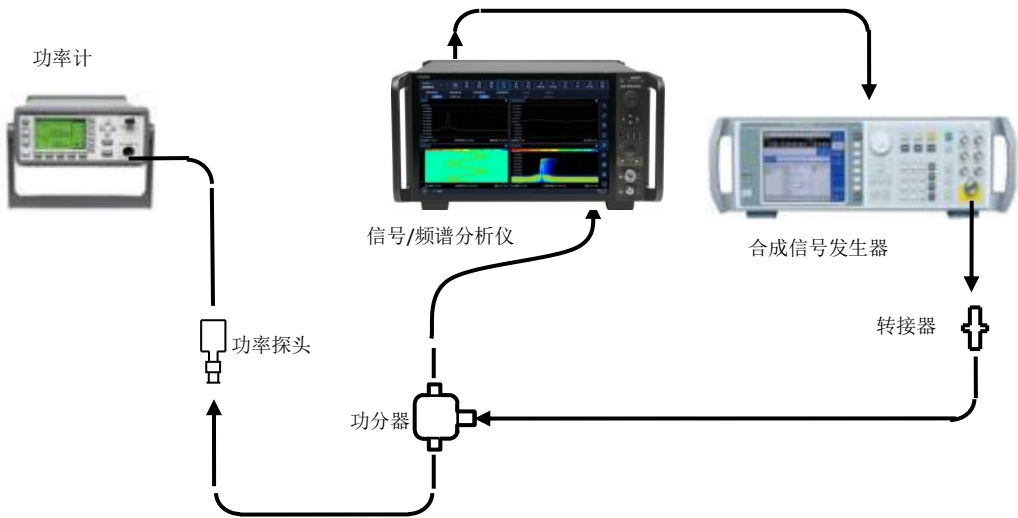

图 7.29 镜像响应测试示意图
- 1) 如图 7.29 所示连接测试设备，复位 4082;
- 22) 如图 7.29 所示连接测试设备, 复位 4082;